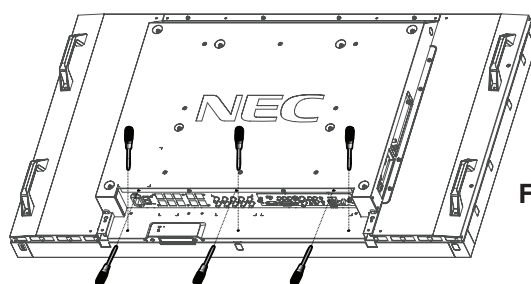

Figura 8
- Retire los 6 tornillos (Figura 8).